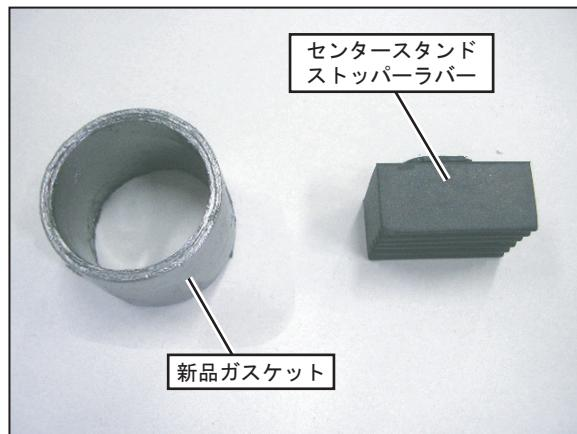

FIG. 1
(FIG. 1 参照)
3. 純正サイレンサーからセンタースタンドストッパーのバーを取り外して下さい。 (FIG. 1 参照)